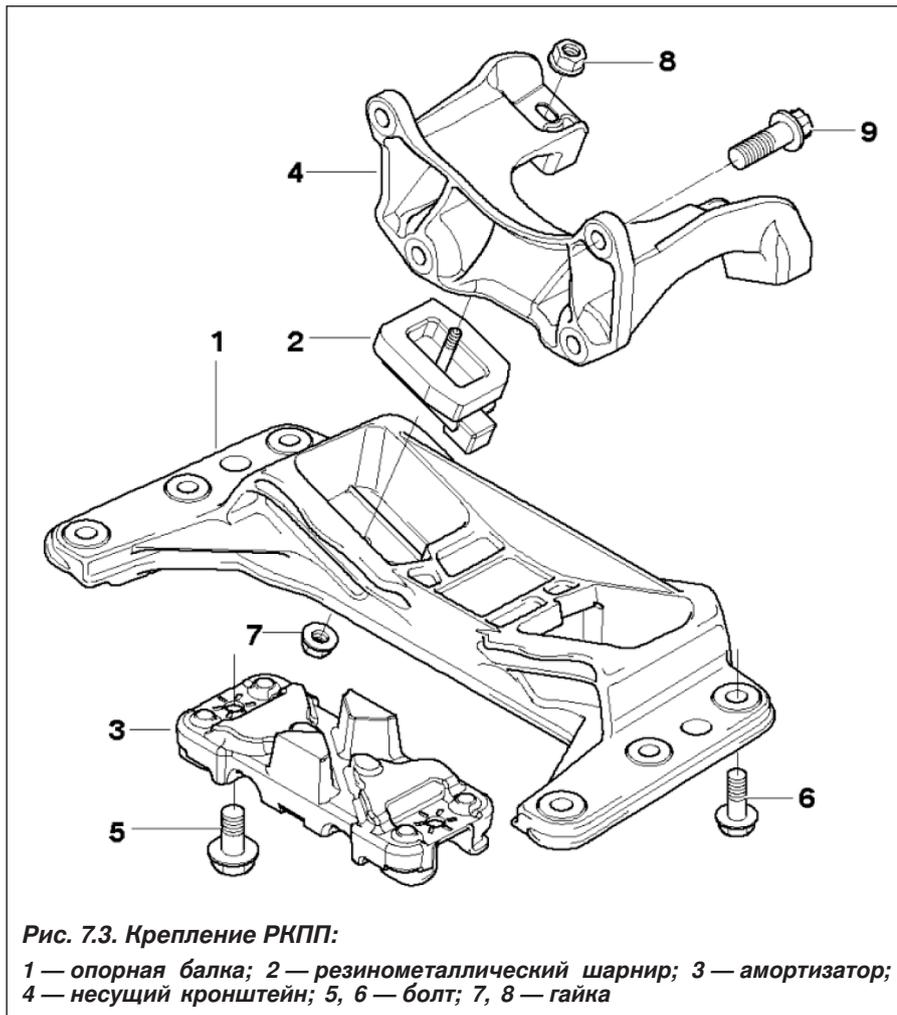

Рис. 7.3. Крепление РКПП:
- Отвернуть болты (6, см. рис. 7.3), отвернуть гайки (7) и снять опорную балку (1). Отсоединить карданный вал от РКПП.